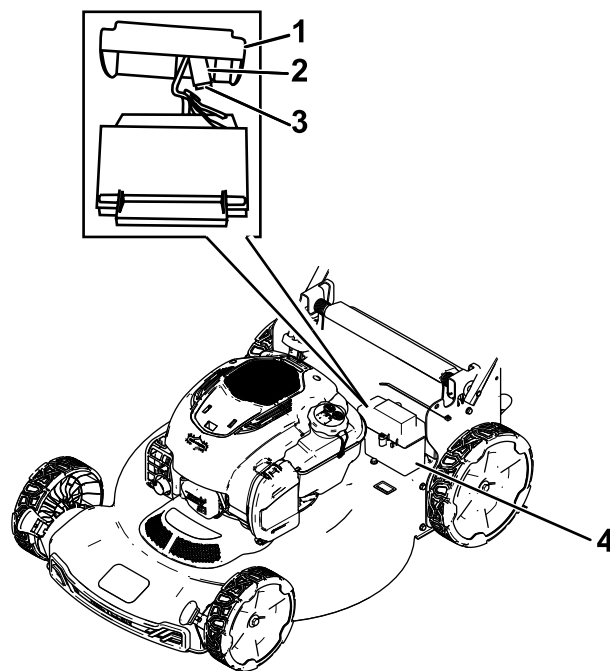

Figura 26
1. Retire la cubierta del compartimento de la batería (Figura 26).
2. Saque la batería y ubique el fusible (Figura 26).
3. Cambie el fusible del portafusibles (Figura 26).
4. Instale la cubierta sobre el compartimento de la batería (Figura 26).